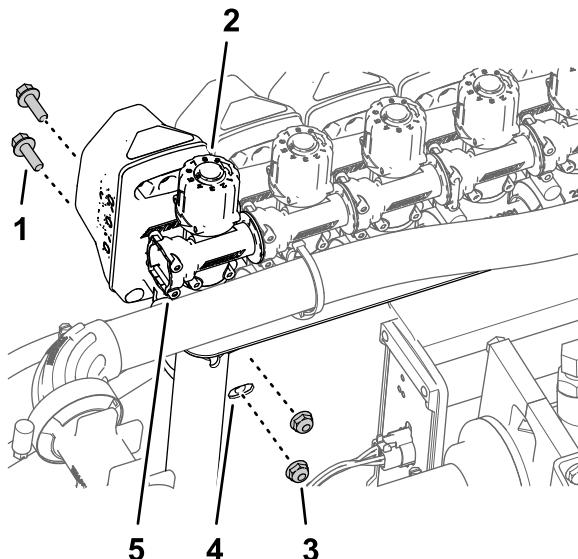

**Bild 106**
3. Befestigen Sie das Düsenventil 10 mit den zwei Bundkopfschrauben (1/4" x 3/4") und zwei Sicherungsbundmuttern (1/4"), die Sie in Schritt 2 in **Abnehmen der Abschnittsventile von der Verteilerbefestigung (Seite 35)** entfernt haben, an der Ventilbefestigung (Bild 106 oder Bild 107).